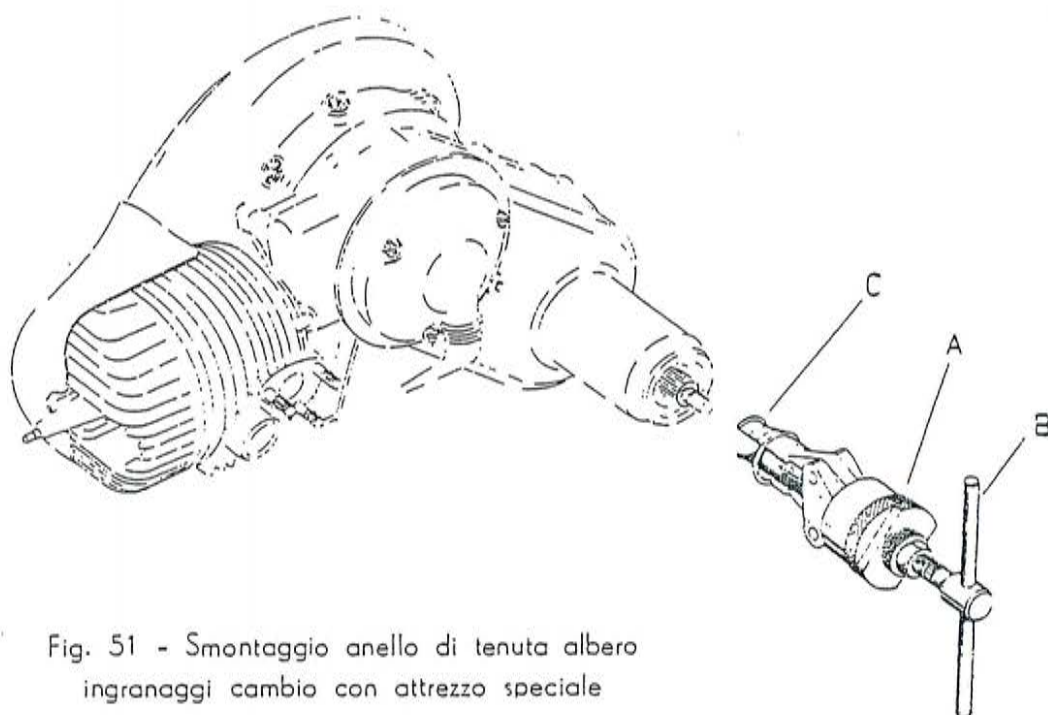

Fig. 51 - Smontaggio anello di tenuta albero ingranaggi cambio con attrezzo speciale
N.B. - Qualora occorra estrarre soltanto l'anello di tenuta dell'albero ingranaggi cambio, senza smontare tutto il motore dalla moto, si può usare l'attrezzo 0016303, visibile alla fig. 51. Per questo è sufficiente togliere prima il gruppo tamburo - flangia - ruota, svitando il dado centrale di bloccaggio sull'albero.